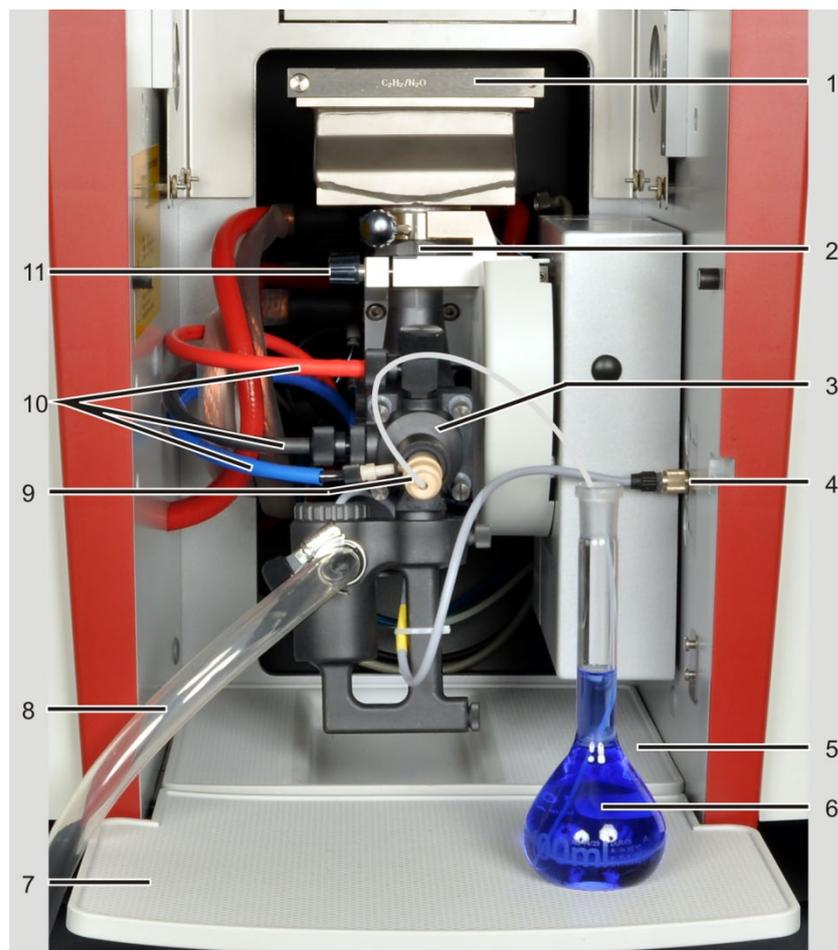

Fig. 42 Atomizzazione mediante fiamma, caricamento manuale dei campioni
2. Controllare la posizione del sistema camera di miscelazione-nebulizzatore nel fermo del sistema di regolazione dell'altezza. Il vassoio del tubo della camera di miscelazione deve appoggiare. Il segno sul tubo della camera di miscelazione deve trovarsi sopra il bordo del fermo (2 in Fig. 42).
8. Collegare l'alimentazione del gas (10 in Fig. 42):